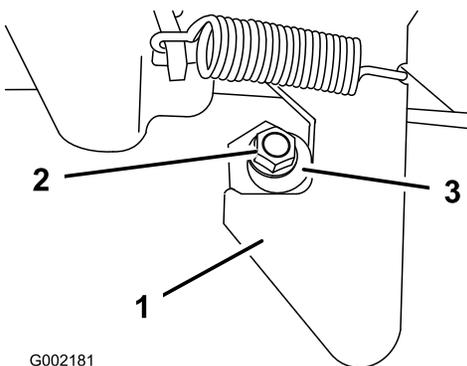

Figure 58
1. Desserrez le contre-écrou au bout de l'ergot de verrouillage (Figure 58).
2. Tournez l'ergot de verrouillage dans le sens horaire jusqu'à ce qu'il soit bien serré contre la partie en crochet du loquet (Figure 58).